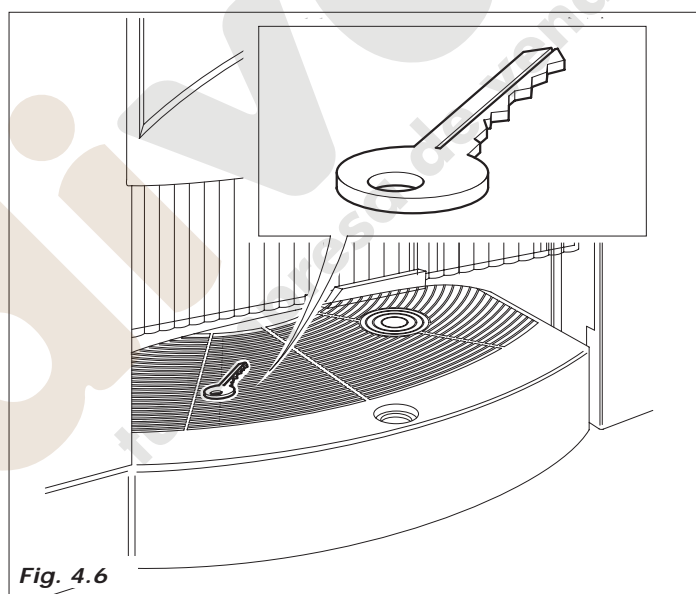

Fig. 4.6
- Coger las llaves que están en la zona de recepción del vaso (Fig. 4.6)